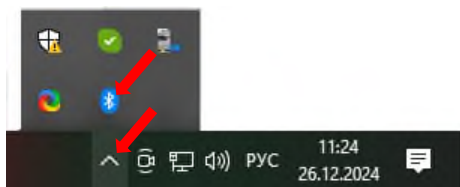

Рисунок 4.7. Панель ОС Windows.
4.4.3 В подразделе **Основные** в строке **Имя устройства** необходимо ввести данные в формате: MIRTEK135\_последние 5 цифр серийного номера ВПУ\_номер сетевой группы. Пример имени устройства: **MIRTEK135\_43347\_15**. Для определения имени устройства нажмите на панели задач Windows значок стрелки, а затем на значок Bluetooth, как показано на рис. 4.7. Выберите команду **Добавление устройства Bluetooth**.